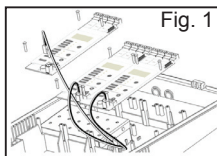

Fig. 1
2. Desmontar todos los módulos de CO del sistema de monóxido, extrayendo los 4 tornillos por módulo y el conector enchufado en el conector JP14. (Fig. 1)